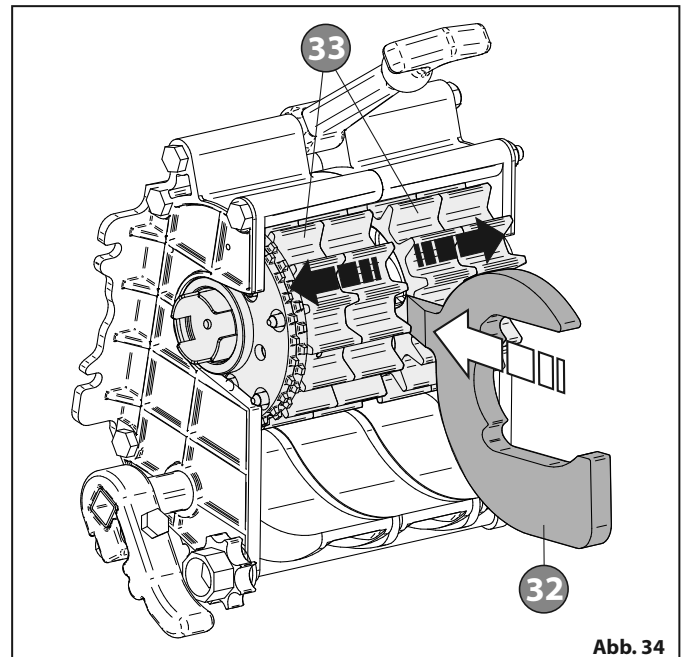

Abb. 34
- Den Rollentrenner **32** drehen und mit der Spitze des Trenners die Rollen **33** in die Position bringen, die für die gewünschte Art der Aussaat "Abb. 34" erforderlich ist